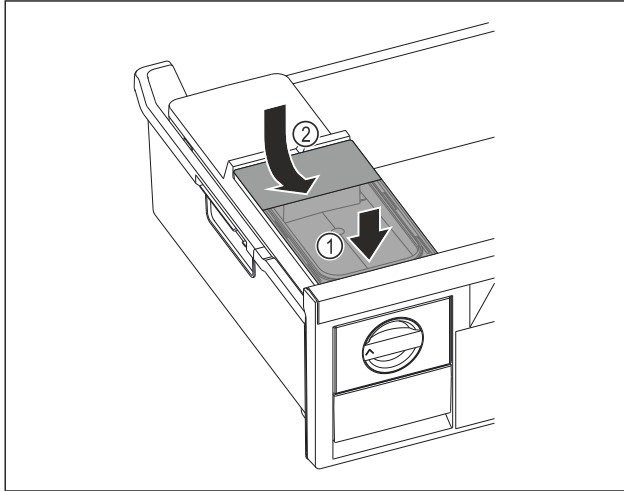

Fig. 125
- Su deposunun ön tarafını yerleştirin. Fig. 125 (1)
- Su deposunun arka kısmını aşağı indirin. Fig. 125 (2)